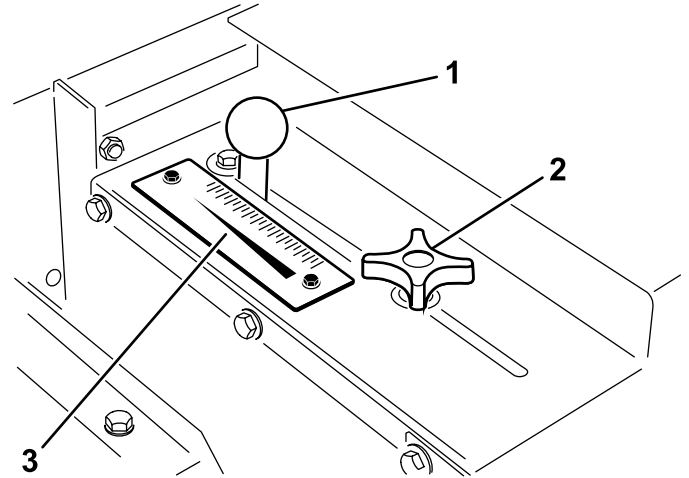

图19
1. 充分旋松锁定旋钮图19以便旋钮可在槽中自由滑动。
2. 将放料门旋钮图19设置到所需位置并拧紧锁定旋钮以固定调整。
用施用率刻度表图19确定所需的流速。请参阅 沙子施用率 \(页码 14\)。